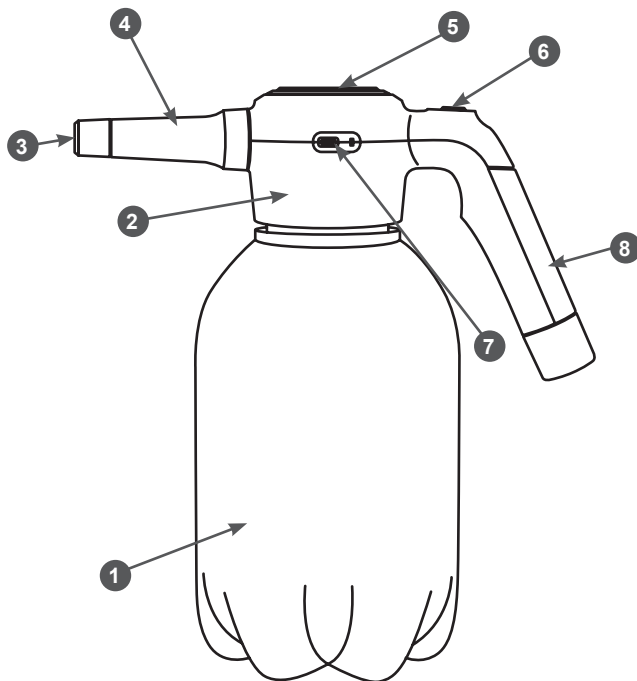

Рис. 1. Основные узлы и органы управления
Основные узлы и органы управления показаны на Рис. 1.
Опрыскиватель аккумуляторный поступает практически в собранном состоянии. Для окончательной сборки необходимо извлечь распылитель из коробки. В соответствии с Рис. 1 прикрутить головку распылителя к опрыскивателю.
1. Подсоедините USB-кабель к разъему 7 (Рис. 1) на приборе, вставьте кабель в стандартный USB-порт адаптера питания (в комплекте не поставляется), от которого будет осуществляться зарядка.